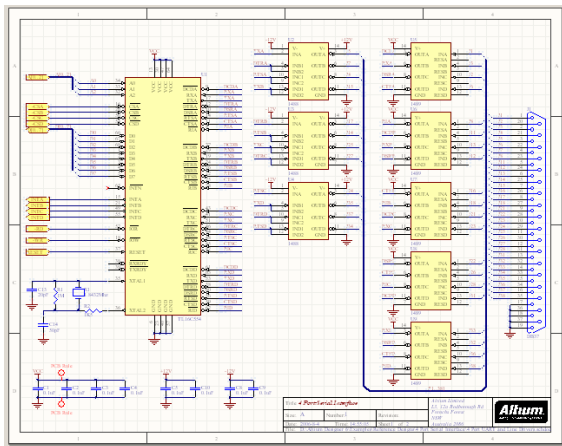

图 5.22 “4Port UART and Line Drivers.schdoc”原理图文件
(1) 启动 Altium Designer, 选择主菜单的“File”->“Open”命令,或单击工具栏中的打开文件按钮,打开“Choose Document to Open”对话框。
(2) 在“Choose Document to Open”对话框中打开 Altium Designer 安装目录下的“Examples/Reference Design/4 Port Serial Interface”子目录,选择“4Port UART and Line Drivers.schdoc”文件,单击“打开”按钮,将其打开,打开的文件如图 5.22 所示。